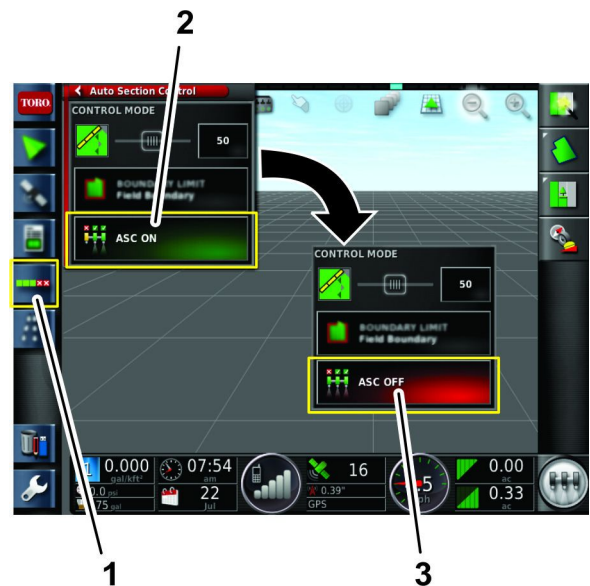

Figura 94
- A. Abra o ícone ASC (Figura 94).
2. Ícone ASC (ON)
- B. Coloque o ícone ASC na posição OFF (Figura 94).